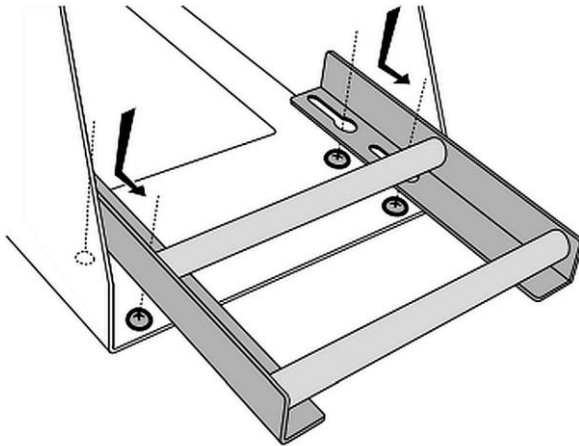

Рис. 3
3. Удерживая детали вместе, поместить их на 4 головки винтов (рис. 3).